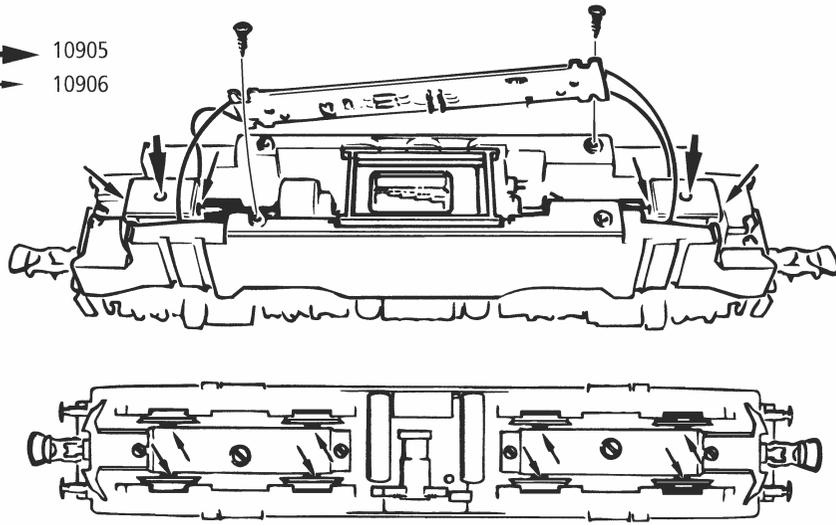
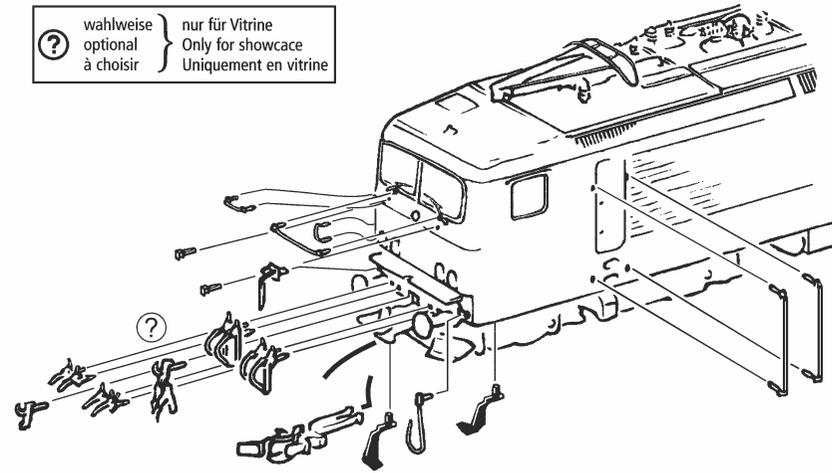
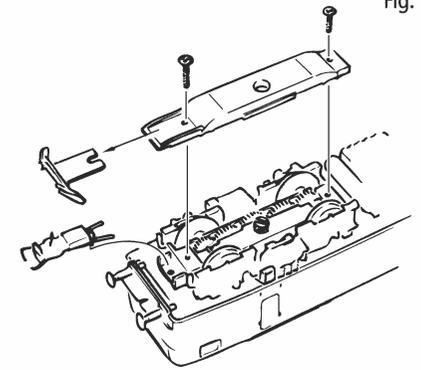
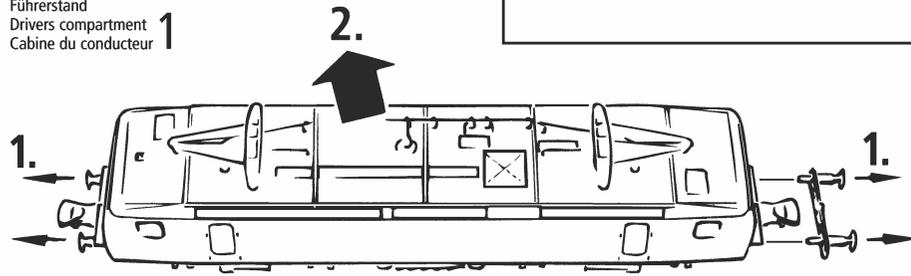

Fig. 10
Fig. 5
Fig. 3
Fig. 4
1. Reinigung der Radstromkontakte: Radstromkontakte können auf unsauberen Schienen leicht verschmutzen. Bitte **entfernen Sie vorsichtig** mit einem kleinen Pinsel **den Schmutz** an den in Fig. 10 gekennzeichneten Stellen. Dazu zuerst das Lokgehäuse abnehmen (Fig. 3).
2. Schmierung: Versehen Sie die im Schmierplan in Fig. 8 gekennzeichneten Stellen mit nur **kleinen Öltropfen**. Dazu zuerst das Lokgehäuse abnehmen (Fig. 3). Für die regelmäßige Schmierung der Radachsen empfiehlt es sich zuerst mit größter Sorgfalt den Getriebedeckel abzunehmen. Die dafür notwendige Vorgehensweise wird in Fig. 5 grafisch dargestellt. Zur Schmierung der Getriebeteile (Zahnräder, Schnecke) empfehlen wir das **ROCO-Spezialfett 10905**. Im Falle der Schmierung diese Teile bitte nicht ölen.
3. Lämpchenwechsel: Bitte nehmen Sie zuerst das Lokgehäuse ab (Fig. 3). Danach können Sie die **Lämpchen** wechseln (Fig. 4).
4. Haftreifenwechsel: Zuerst den Getriebedeckel abnehmen (Fig. 5). Danach den **Radsatz** herausnehmen und den **Haftreifen** mit einer Nadel oder einem feinen Schraubendreher abziehen (Fig. 9). Beim Aufziehen des neuen Haftreifens bitte darauf achten, dass dieser sich **nicht verdreht**.
5. Kohlebürstenwechsel: Lokgehäuse abnehmen (Fig. 3). Danach wird der **Motor ausgebaut** und die **Kohlebürsten ausgewechselt** (Fig. 7).
1. Nettoyage des lames de contact aux roues: Les lames de contact risquent de s'encrasser rapidement sur des voies poussiéreuses. Veuillez **enlever la poussière** aux endroits marqués à la fig. 10 à l'aide d'un petit pinceau souple après avoir démonté la caisse de la locomotive (fig. 3).
2. Graissage: N'appliquez **qu'une toute petite goutte** aux endroits indiqués par le plan de graissage (fig. 8) après avoir démonté la caisse de votre locomotive (fig. 3). Nous vous recommandons le **graisseur à huile ROCO réf. 10906**. Pour graisser les engrenages (roues dentées, vis sans fin) nous vous conseillons la **graisse spéciale Roco ref. 10905** pour engrenages en matières synthétiques. Lorsque vous utilisez cette graisse il faut éviter d'huiler ces composants.
3. Remplacement des ampoules: Veuillez démonter d'abord la caisse de votre locomotive (fig. 3), puis vous pouvez **échanger les ampoules** (voir fig. 4).
4. Échange des bandages d'adhérence: Démontez d'abord le **couvercle du carter** des engrenages (fig. 5). Déloguez ensuite les essieux bandagés et enlevez, à l'aide d'une aiguille ou d'un tourne-vis fin, les bandages d'adhérence (fig. 9). Lors du montage des nouveaux bandages veuillez veiller à ce que les bandages **ne soient pas tordus**.
5. Remplacement des balais du moteur: Démontez la caisse (voir fig. 3). Démontez ensuite le moteur et échangez le balais (fig. 7).
1. Cleaning of wheel contacts: Wheel contacts easily get dirty on tracks which are not entirely clean. Use a small brush to **remove dirt** from spots marked in fig. 10. Prior to cleaning the contacts dismantle locomotive (fig. 3).
2. Lubrication: Apply **tiny oil drops** to spots marked in fig. 8. Prior to lubrication dismantle locomotive (fig. 3). We recommend using item no. 10906, Roco oiler. For lubrication the gear-parts (e. g. cog-wheels, worm) we would recommend our Roco **special grease** (item No. 10905).
3. Change of lights: First remove loco body (fig. 3) and then change **lights**. (fig. 4).
5. Carbon Brush Changing: First **remove** loco body (fig. 3), and then the **motor** (fig. 7).